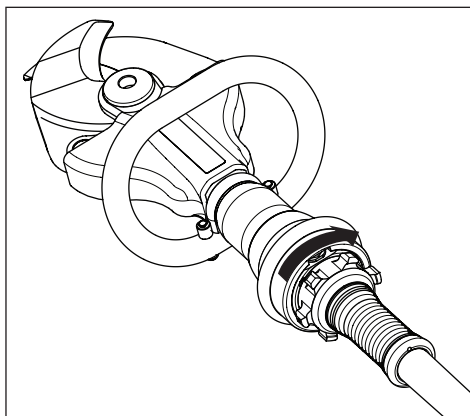

Abbildung 7, Schneidgerät geschlossen
- Um die Messer zu schließen: Drehen Sie den Knopf nach rechts und halten Sie diesen in Position. Siehe Abbildung 7.